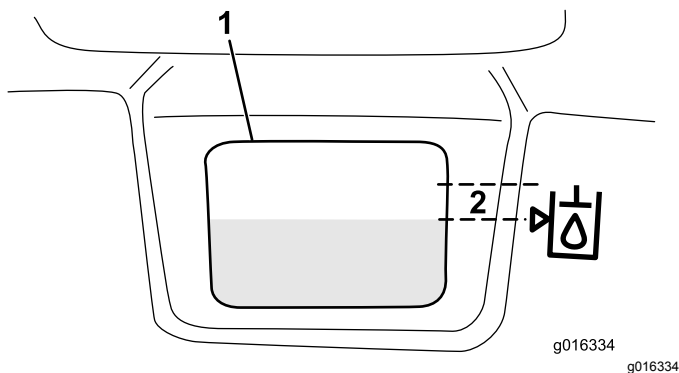

Bild 33
3. Füllen Sie den Behälter langsam mit der entsprechenden Hydraulikölsorte, bis der Ölstand beim Pfeil (oder in einem Bereich von 6 mm vom Pfeil) im Symbol neben dem weißen Schauglas vorne am Behälter liegt (Bild 33). Füllen Sie nicht zu viel ein.